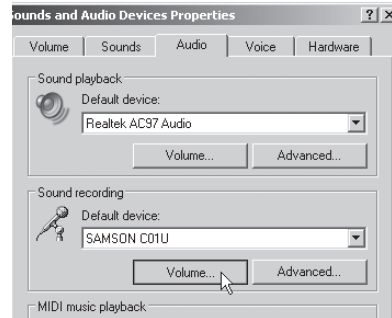

Figura 3
3. Elija el Samson C01U como dispositivo de grabación audio predeterminado dentro de la pestaña Audio. El dispositivo por defecto se usa en programas sencillos como los de teleconferencia o grabación de sonido. En la mayoría de los programas audio podrá elegir qué dispositivos (o cuales si puede elegir varios) usar con ese programa concreto. Para ajustar la ganancia controlada por ordenador, haga clic en el botón Volumen (figura 3).